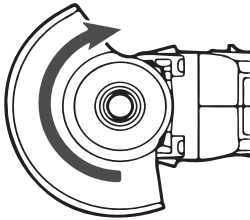

РИС. 4
Установите кожух диска, совместив выступ на полосе кожуха диска с выемкой на корпусе редуктора. После этого поверните кожух диска в нужное положение и крепко закрутите винт фиксации кожуха (Рис. 4).
- Как правило, держите край круга под углом около 30° для черновой обработки и около 15° для чистовой обработки поверхности. (Рис. 4).